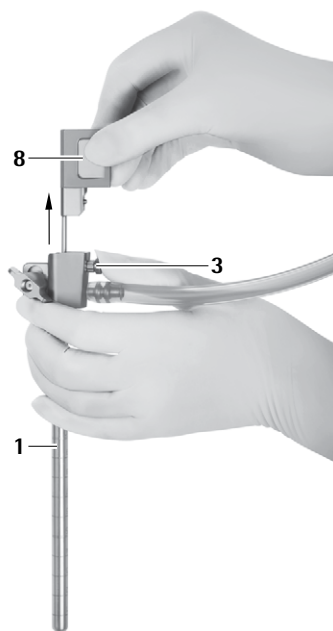

Fig. 10
- Pulsar el botón de desenclavamiento **3** y extraer con cuidado el obturador para el canal de óptica **8** del trocar MINOP InVent **1**, ver Fig. 10.